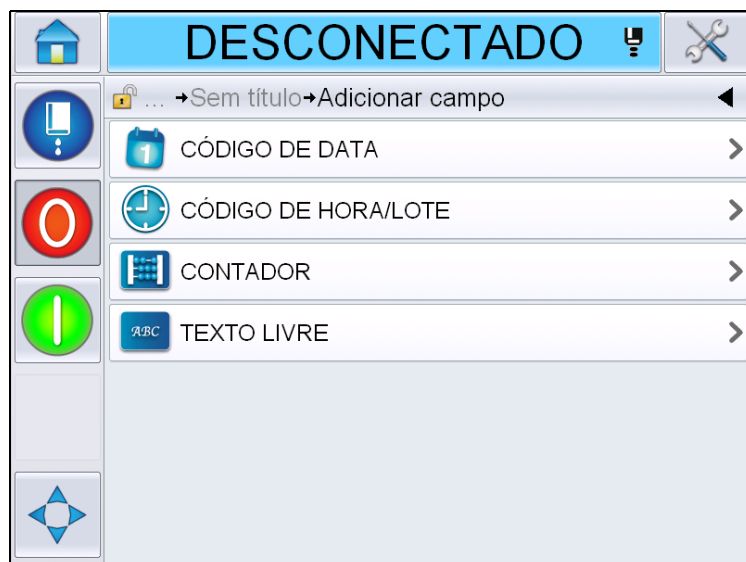

Figura 5-24: Página Adicionar Campo
- 3 Toque . Exibe a página *Adicionar Campo* (Figura 5-24).